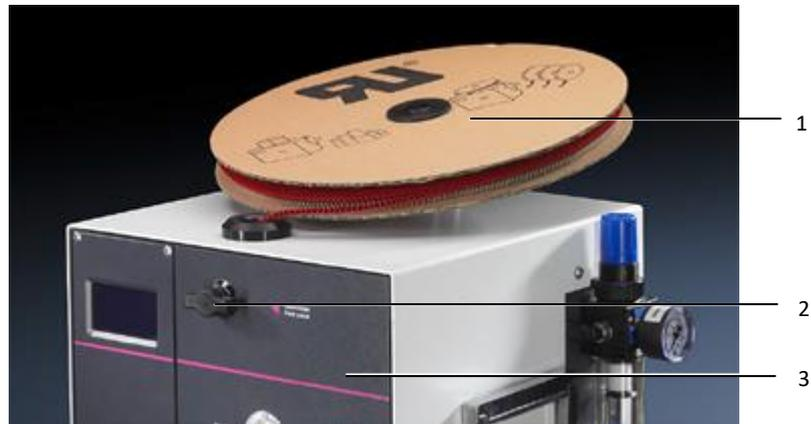

Abb. 4: Aderendhülsenrolle
- Setzen Sie die Aderendhülsenrolle (Abb. 4, Pos. 1) so auf, dass ein Abrollen im Uhrzeigersinn sichergestellt ist.
- Drehen Sie die Verriegelung (Abb. 4, Pos. 2) an der Frontplatte (Abb. 4, Pos. 3) um diese zu öffnen.